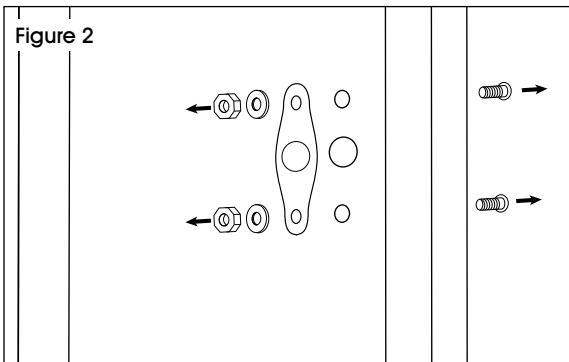

Figure 2
2. Open door. From inside, remove the two nuts and washers holding on the steel plate using a 7mm wrench. Remove the two bolts from the front. (See Figure 2)
2. Ouvrez la porte. De l'intérieur, retirez les deux écrous et rondelles à l'aide d'une clé de 7 mm en tenant fermement la plaque d'acier. Retirez les deux boulons situés à l'avant. (Voir Figure 2)